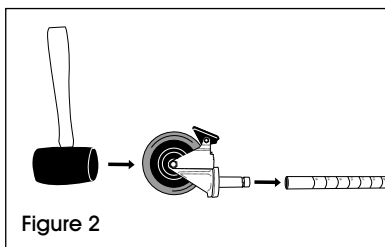

Figure 2
1. Assurez-vous que le montant est positionné comme illustré. (Voir Figure 2)
2. Actionnez le frein des roues pour empêcher le mouvement des roulettes lors du montage. Utilisez un maillet en caoutchouc pour tapoter la tige des roulettes dans les montants. (Voir Figure 2)